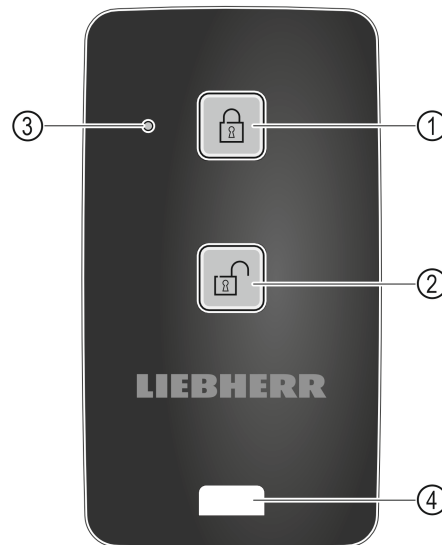

Fig. 108
- (1) Заблокировать замок
- (2) Разблокировать замок
- (3) Светодиод состояния
- (4) Крепежная проушина
- ▶ Нажмите кнопку Fig. 108 (1) на пульте дистанционного управления.
- ▶ Нажмите кнопку Fig. 108 (2) на пульте дистанционного управления.
- ▶ Светодиод состояния Fig. 108 (3) при нажатии на кнопку выдает оптический ответный сигнал.
- ▶ Проушина Fig. 108 (4) для закрепления пульта дистанционного управления, например, на связке ключей.